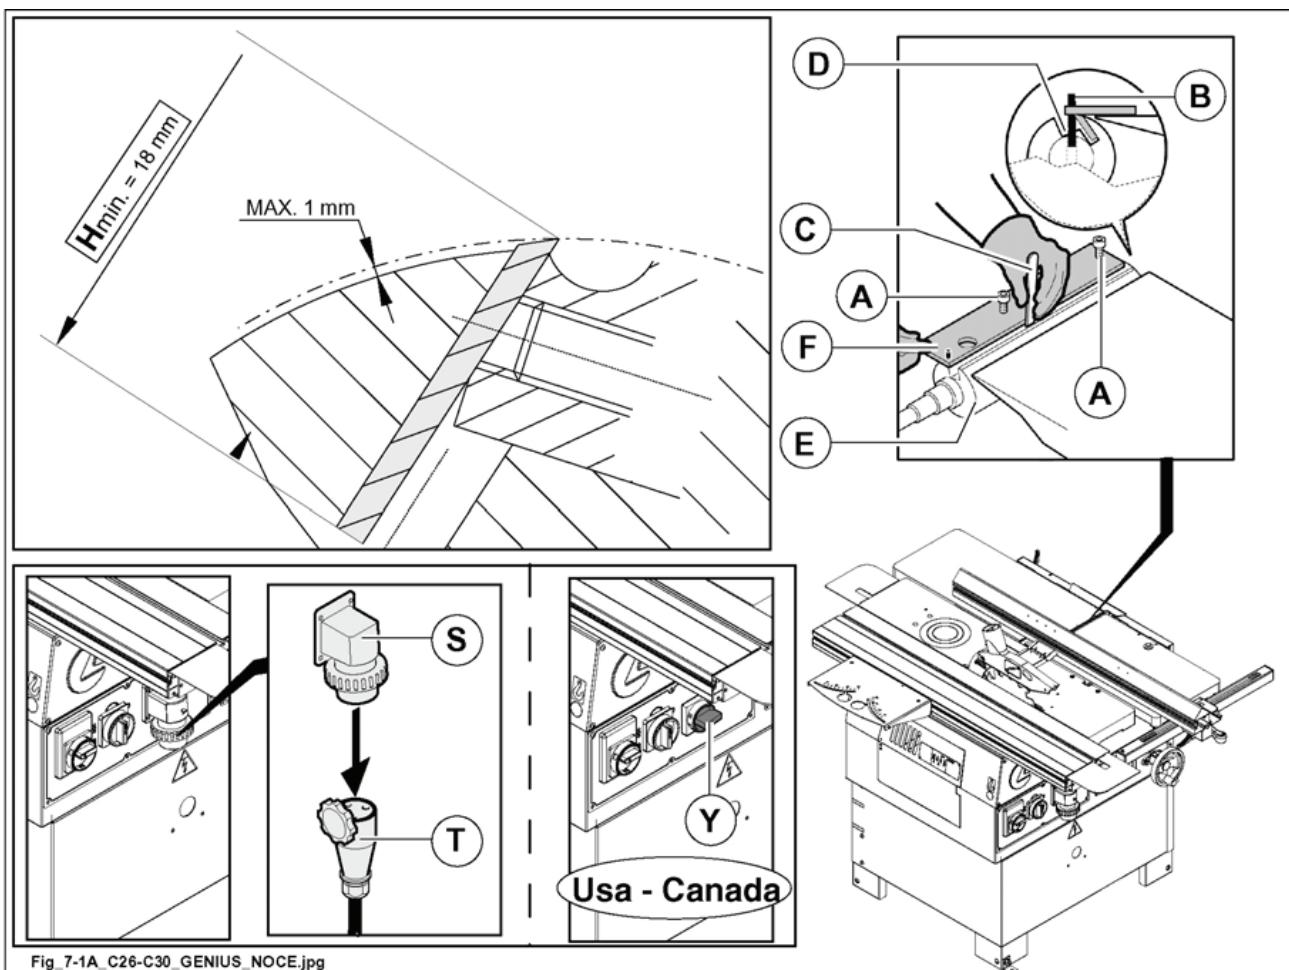

Рис. 7.1
*Исполнение по нормам США и Канады: Перед началом действий по уборке, техническому обслуживанию, наладке станка или замене его элементов надлежит перевести в нулевое положение выключатель общего питания Y (рис. 7.1), заблокировать его навесным замком и вывесить соответствующий предупреждающий плакат.*
- 1) Открутить гайки, фиксирующие винты А (рис. 7.1), и установить приспособление для регулировки ножей F (рис. 7.1), как показано на рисунке.
*Штифт В (рис. 7.1) должен быть вставлен в соответствующее отверстие вала. Ввинтить два винта А (рис. 7.1) в отверстия, имеющиеся на фуговальном столе.*
- 2) Вывинтить зажимные винты С (рис. 7.1). Нож выйдет наружу под действием ответных пружин. При необходимости заменить ножи, вставив их в гнездо D (рис. 7.1), соблюдая ориентацию угла заточки относительно направления вращения ножевого вала Е (рис. 7.1).
- 4) Убедиться, что ножи и прижимные планки центрированы относительно ножевого вала Е (рис. 7.1).
*Кромка правильно отрегулированного ножа должна касаться регулировочного приспособления F (рис. 7.1) по всей своей длине. При этом будет гарантировано, что нож выступает из ножевого вала на правильный размер (1 мм).*
- 5) Затянуть зажимные винты специально предусмотренным ключом С (рис. 7.1), слегка нажимая на регулировочное приспособление.
*Переточка ножей допускается, лишь пока их высота превышает минимально допустимое значение 18 мм (рис. 7.1). После достижения этого размера нож следует заменить.
*(США и Канада) Заблокировать тормоз двигателя, повернув переключатель 3 (рис. 7.1) на*